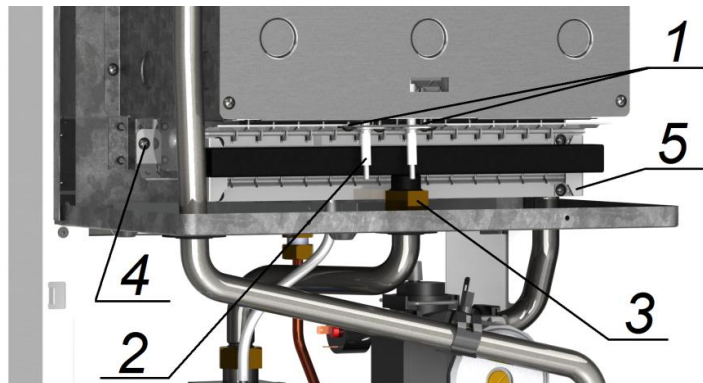

Рис. 16. Демонтаж блока горелочного
- 9) отвернуть два самореза 4 (по одному с каждой стороны) (см. Рис. 16) и снять блок горелочный 1;
- 10) отвернуть два самореза 1 (см. Рис. 16) крепления кронштейна со свечами 2 и снять кронштейн;